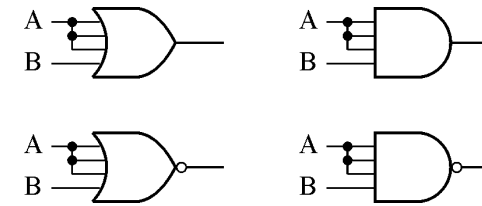

Figura 4.11. Indiferent de tipul porții, intrările nefolosite se pot lega la alte intrări.
- c. Intrările nefolosite se pot lega la alte intrări folosite (figura 4.11), cu dezavantajul legat de multiplicarea capacității de intrare C_i (crește proporțional și curentul de intrare, dar rămâne la o valoare neglijabilă).